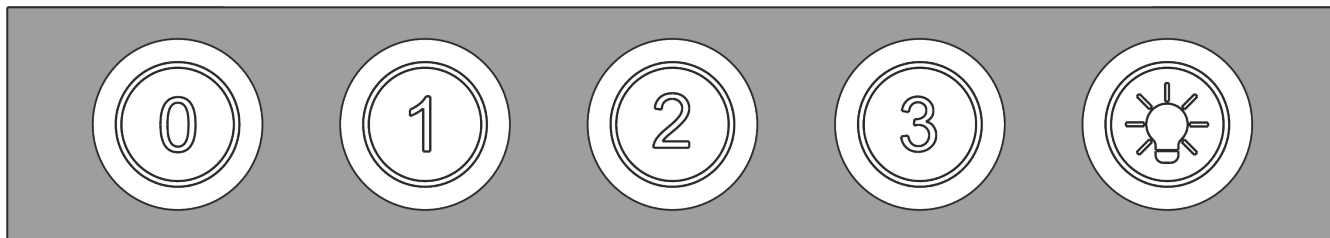

Рис.5
7.3 На нижней плоскости корпуса размещен кнопочный переключатель режимов работы и включения ламп освещения (рис.5).